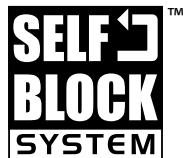

Fig.2
- Tutto il sistema mobile è autobloccato sia in elevazione che in discesa tramite il sistema "Self Block System" (fig.2).